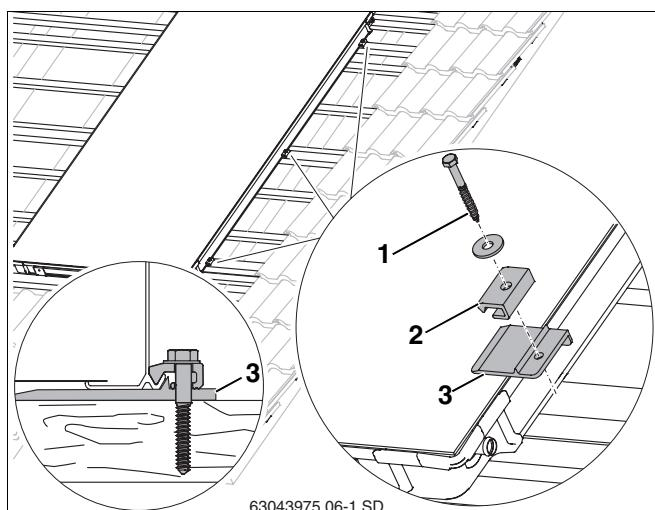

Рис. 23 Укладка и крепление первого коллектора
- Слегка приподнять коллектор и сдвинуть вниз под коллектор правые подкладные пластины (рис. 23, поз. 3) на 2-ой и 3-ей дополнительных рейках, а также в середине коллектора на имеющейся рейке так, чтобы выступ уперся в край коллектора.
- Для винта (рис. 23, поз. 1) нужно заранее просверлить отверстие сверлом 4 мм.
- Закрепить односторонний прижим (рис. 23, поз. 2), установив винт 6x40 (рис. 23, поз. 1) и подкладную шайбу (используйте ключ SW10).